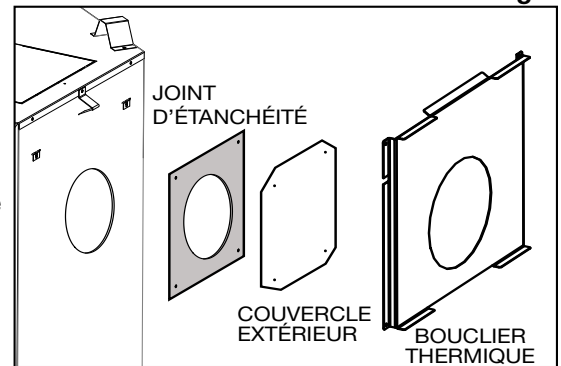

Fig. 2
- Enlevez les quatre vis sécurisant le protecteur de chaleur arrière. Misez le protecteur de chaleur arrière du côté. Enlevez les quatre vis sécurisant le joint d'étanchéité et le couvercle extérieure. (**Fig. 2**).